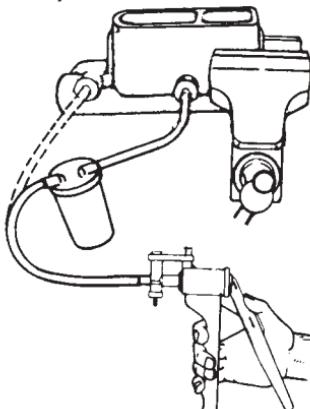

FIGURA 16: Purga en el banco de trabajo
- 3) Quite un tapón del cilindro maestro y conecte el adaptador apropiado a este orificio de salida del cilindro maestro. Conecte el tubo de la bomba al vaso del depósito y el tubo del vaso a la manguera al adaptador (FIGURA 16).